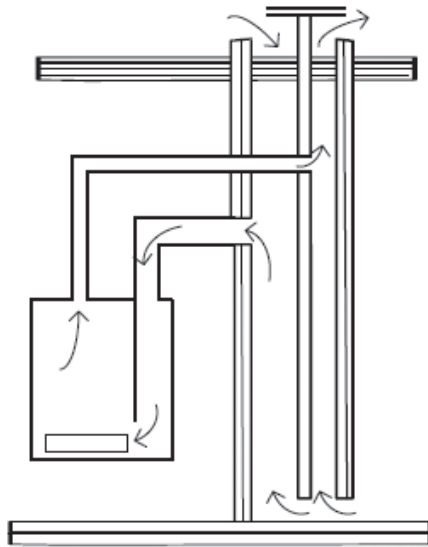
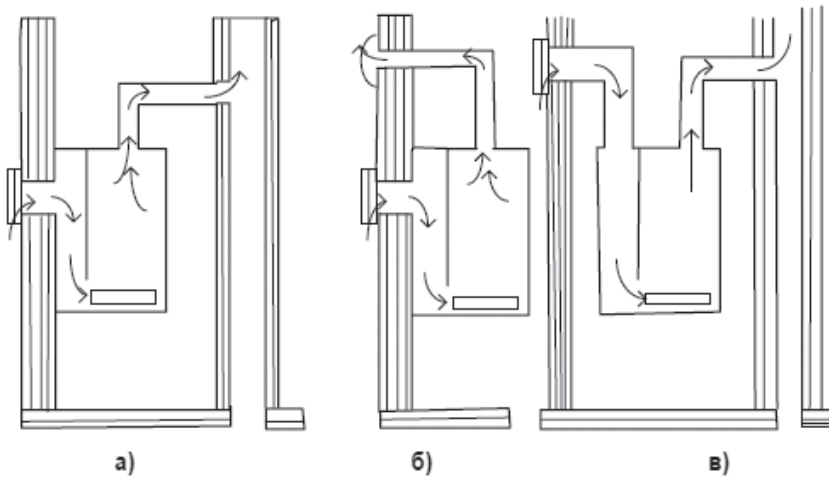

Рис.6. Раздельная система воздухоподачи и удаления продуктов сгорания через встроенный и пристроенный дымоход и воздуховод
Рис.7. Раздельная система воздухоподачи и удаления продуктов сгорания с индивидуальной подачей воздуха через заднюю стенку или через верх котла
- 6.9. Монтаж котла с раздельными каналами воздухоподачи и дымоудаления выполнять согласно рис. 6 и рис. 7.
- а) При реализации варианта по рис. 6 для исключения эффекта обратной тяги, необходимо обеспечить соединение каналов воздухопровода и дымохода ниже места подключения к ним соответствующих каналов воздухоподачи и дымоудаления котла.
- б) При реализации варианта с индивидуальной подачей воздуха через наружную стену (рис. 7) необходимо использовать секцию воздухопровода с терминалом, поставляемую заводом-изготовителем.